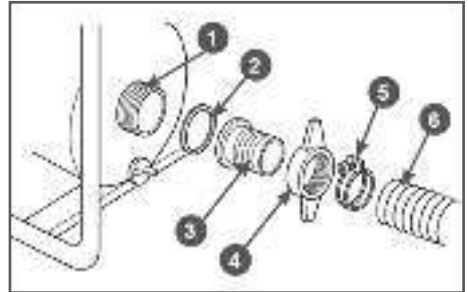

#### Рис. 4 Установка всасывающего фильтра
2. Наденьте до упора всасывающий рукав 3 на патрубок всасывающего фильтра 1 и затяните его хомутом 2 (Рис. 4).